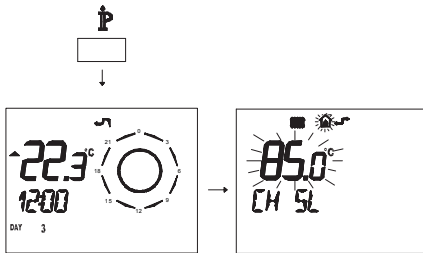

Fig. 5.74
- Premere per più di 3 secondi il pulsante P para per entrare in modalità **INFO** (Fig. 5.74).